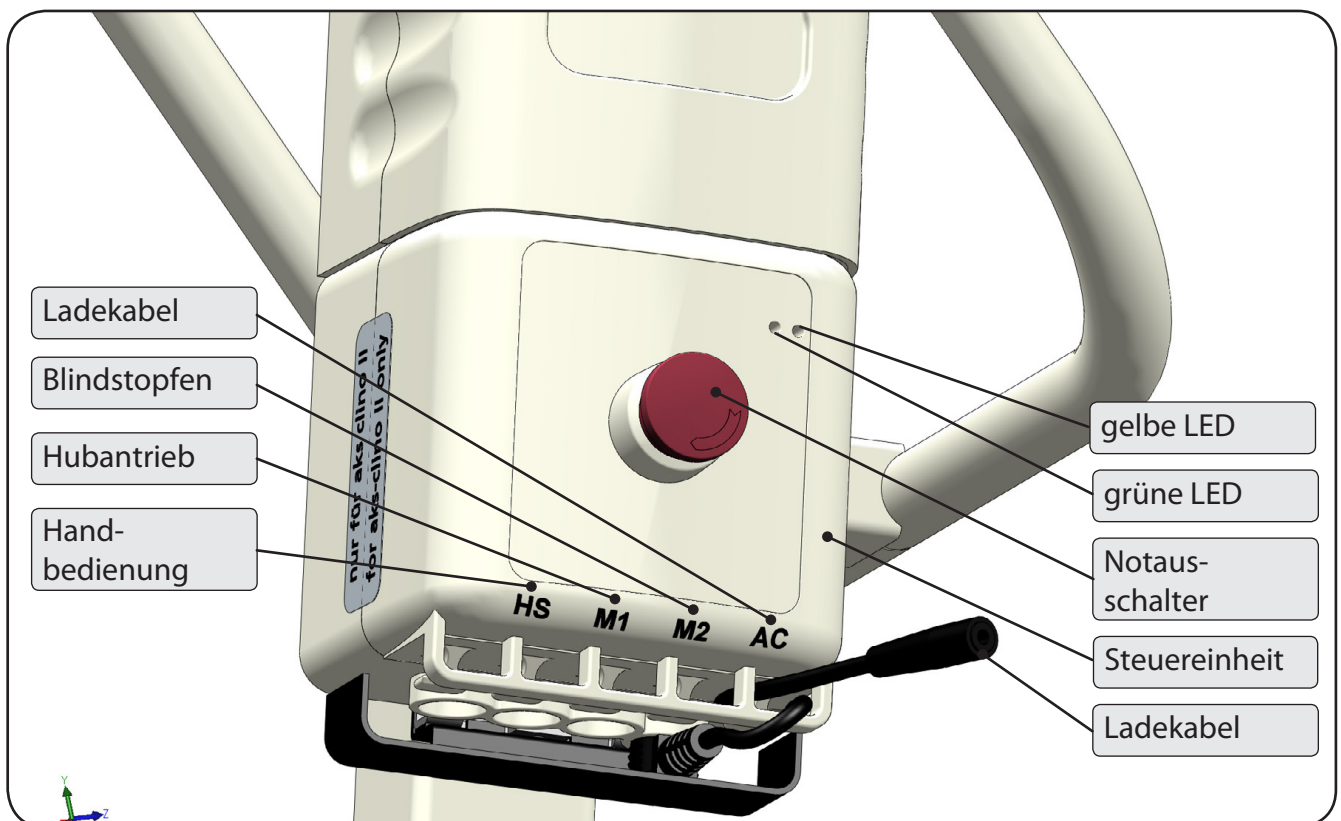

Abbildung 13
1. Überprüfen Sie die Steckverbindungen an der Steuereinheit (Abbildung 13):
3. Entriegeln Sie den Notausschalter (Abbildung 13), falls er gedrückt ist, durch Verdrehen im Uhrzeigersinn.